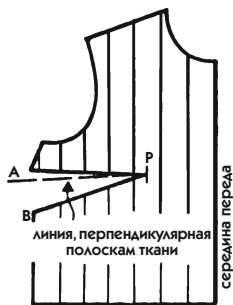

Рис. 500
1. Скопируйте на лист бумаги перед лифа прямой блузы и переведите верхнюю вытачку к линии, на которой она должна заканчиваться (например, бокового среза), не указывая ее точного расположения. Переведите ее наугад, потому что в этом случае точное ее расположение пока не определяется (рис. 500, глубина вытачки от засечки А до засечки В).
2. Укажите направление полос (например, вертикальных) и некоторые из них отметьте цветным карандашом (рис. 500).
3. На уровне точки Р проведите перпендикулярную линию к полоскам лекала. Она поможет вам правильно расположить вытачку (рис. 500).